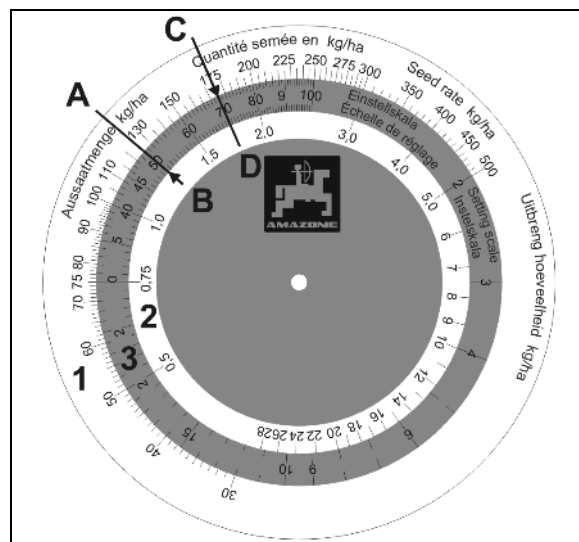

Рис. 88
Логарифмический диск имеет три шкалы: внешней шкалы белого цвета (Рис. 88/1) для всех норм высева свыше 30 кг/га и внутренней шкалы белого цвета (Рис. 88/2) для всех норм высева ниже 30 кг/га. На средней, цветной шкале (Рис. 88/3) указаны положения редуктора от 1 до 100.
2. Значение нормы высева – **125 кг/га** (Рис. 88/А) и положение редуктора – **50** (Рис. 88/В) устанавливаются на логарифмическом диске друг над другом.
3. Теперь с помощью логарифмического диска узнайте значение положения редуктора для нужной нормы высева **175 кг/га** (Рис. 88/С). На нашем примере положение редуктора равно **70** (Рис. 88/Д).